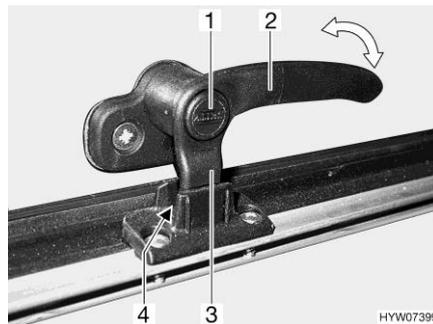
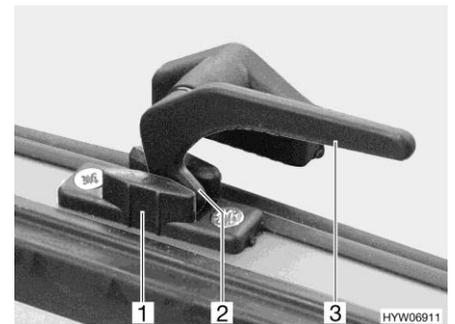

Fig. 72 Palanca de bloqueo con botón de seguridad en la posición de "ventilación continua"
Fig. 73 Palanca de bloqueo en la posición de "ventilación continua"
- En la posición "ventilación continua" (Fig. 72 y Fig. 73)
- Si existe, pulsar el botón de seguridad (Fig. 72,1) y mantenerlo pulsado.
- Girar la palanca de bloqueo (Fig. 72,2 ó Fig. 73,3) un cuarto de vuelta hacia la mitad de la ventana.
- Girar de nuevo hacia atrás la palanca de bloqueo. El saliente de bloqueo (Fig. 72,3 ó Fig. 73,2) de la palanca de bloqueo se ha de introducir para ello en el rebaje del bloqueo de la ventana (Fig. 72,4 ó Fig. 73,1).
- Si existe, soltar el botón de seguridad (Fig. 72,1).